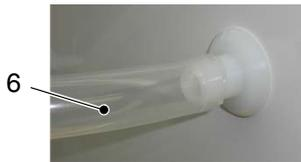

Fig. 3-14 Extérieur de l'équipement – intérieur de l'équipement
- Fig. 3-14 : Raccorder le tuyau à air (6x4, bleu) au raccord passe-cloison (flèche) par l'intérieur et le tuyau à air (8x6, noir) du kit par l'extérieur. L'air pour la pompe de transfert de poudre et pour la fluidisation de la trémie d'alimentation est délivré par le sécheur d'air comprimé à membrane de l'équipement.